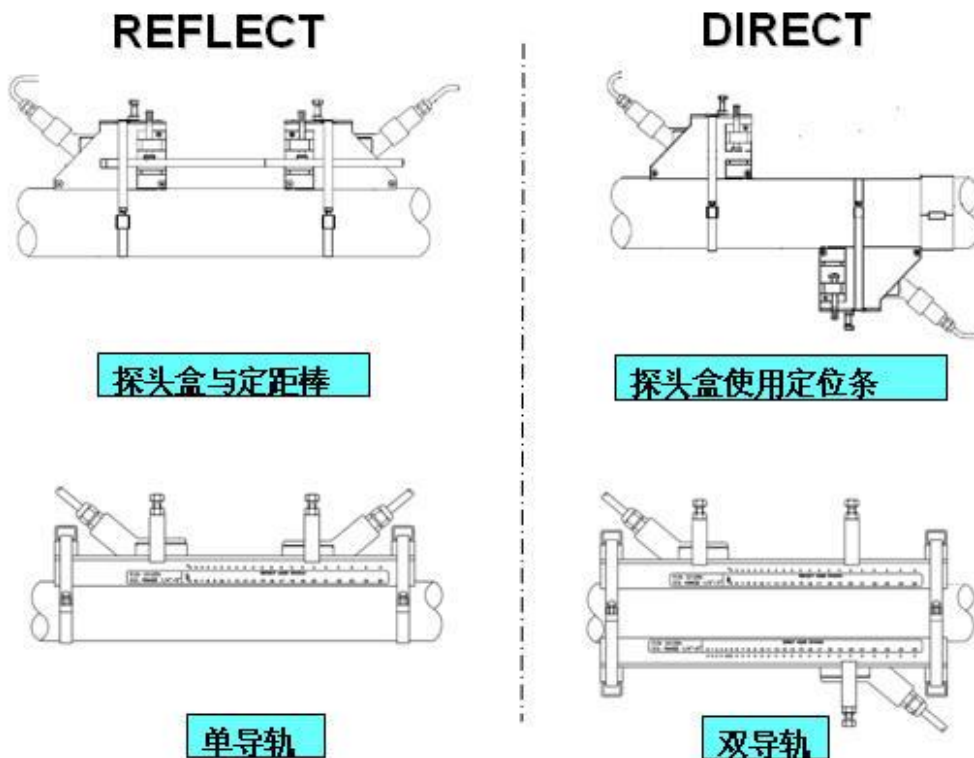

图 16 安装方式
按照探头安装位置和管道口径通常会有四种不同的安装方式，如下图 16。
2) 聚酯定位条缠绕在管道上，至少有 3”的搭接，保证和管道贴紧，不要歪斜，在搭接的地方作一个标记。把定位条拿下来放到一个平面上，精确测量两个标记中间的距离，在中心位置画一条直线，或使用对折的方式。利用中线把第二个探头盒定位在第一个探头盒的管道对侧。如前面图 16 所示。